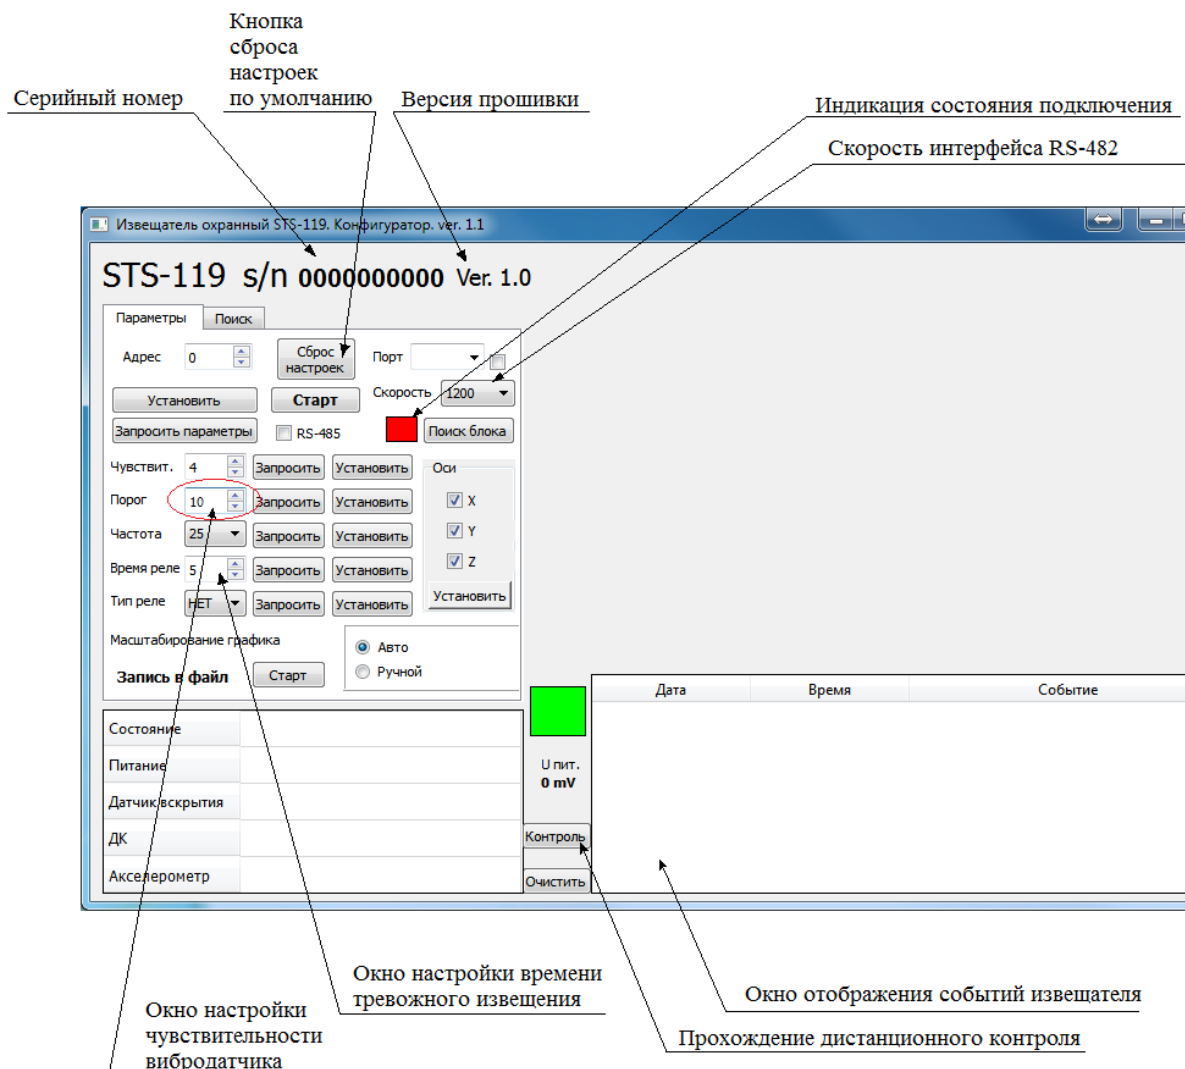

Рисунок 4
В «окне состояния» (рисунок 4) отображаются следующие параметры:
- 2) произвести дистанционный контроль нажатием кнопки «Контроль» (рисунок 4).